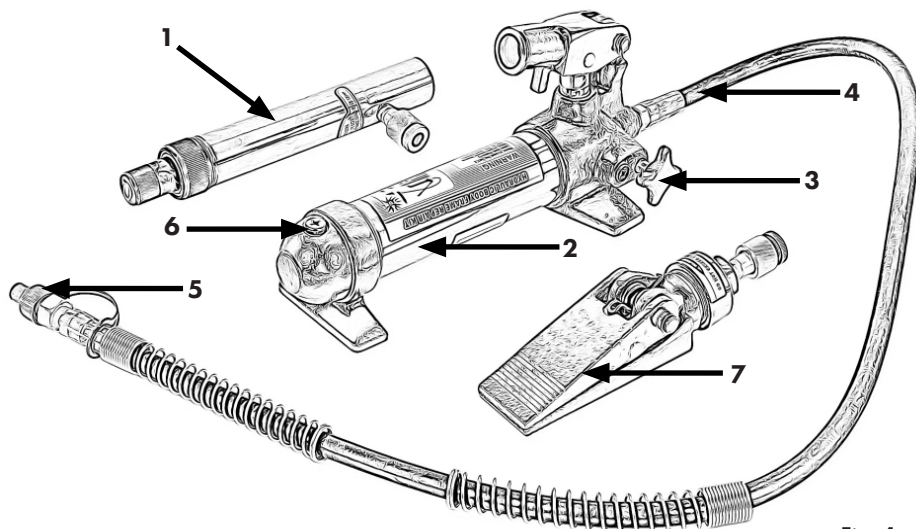

Fig. 1
1. Verwijder eerst de olieschroef (6) en de moer op het oliereservoir. Zet een geschikte bak klaar om de afgetapte afgewerkte olie in op te vangen. Draai het apparaat zodat de olie volledig uit het reservoir kan lopen. (Fig. 1)
3. Draai het apparaat zodat het oliereservoir naar boven wijst en sluit de afsluiter (3).